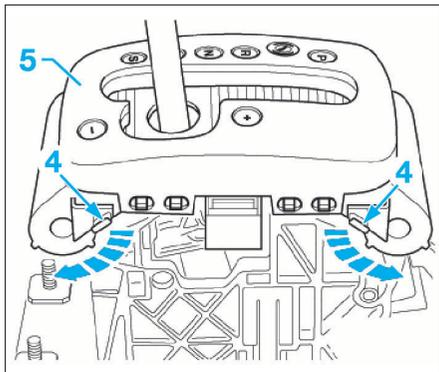

FIG. 27
- Déverrouiller les 4 agrafes de retenue (4) et retirer le cache (5) avec le dispositif de guidage par le haut (Fig.27).